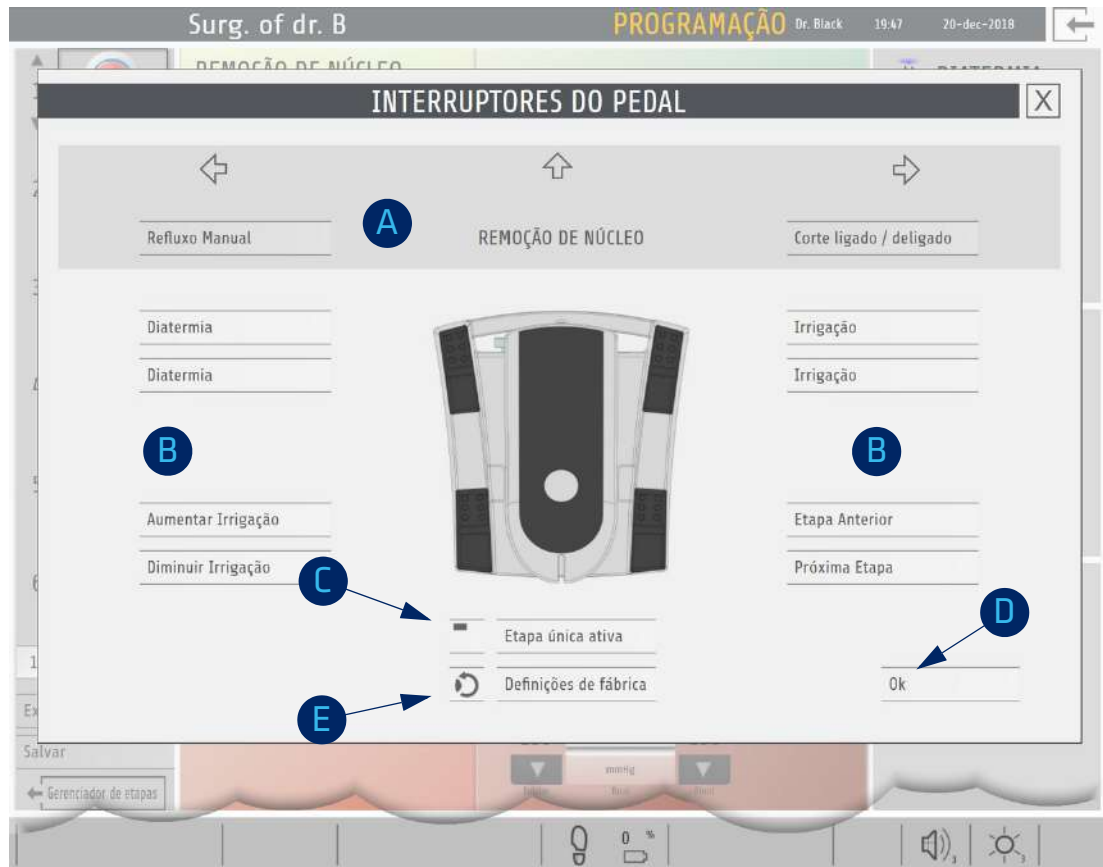

Fig. 197: Configurações dos interruptores de pedal
5. Abra a tela para configuração dos **INTERRUPTORES DE PEDAL [G]**. É exibida a seguinte tela (ver fig. 197, página 178).